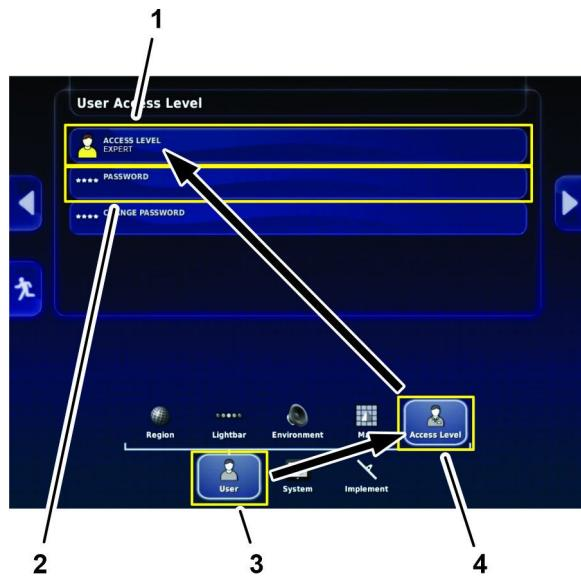

Figura 1
2. En la pantalla de configuración, pulse el icono USUARIO y el icono NIVEL DE ACCESO (Figura 1).
3. En el cuadro de diálogo Nivel de acceso del usuario, pulse el icono NIVEL DE ACCESO, y en el menú desplegable, pulse el icono EXPERTO (Figura 1).